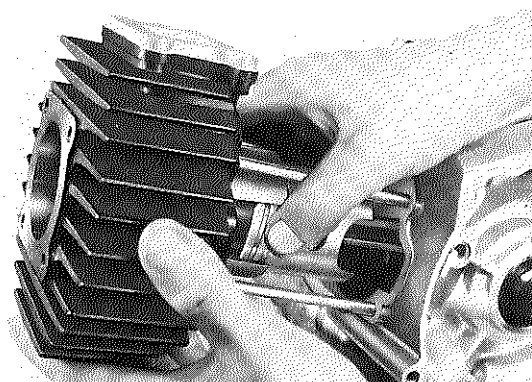

Fig. 3-4-21
2. Install cylinder with one hand while compressing piston rings with other hand. (Fig. 3-4-21)
2. Poser le cylindre en le tenant avec une main, tout en comprimant les segments de l'autre main (Fig. 3-4-21)
2. Zylinder mit einer Hand aufsetzen, dabei gleichzeitig mit der anderen Hand die Kolbenringe zusammendrücken. (Fig. 3-4-21)